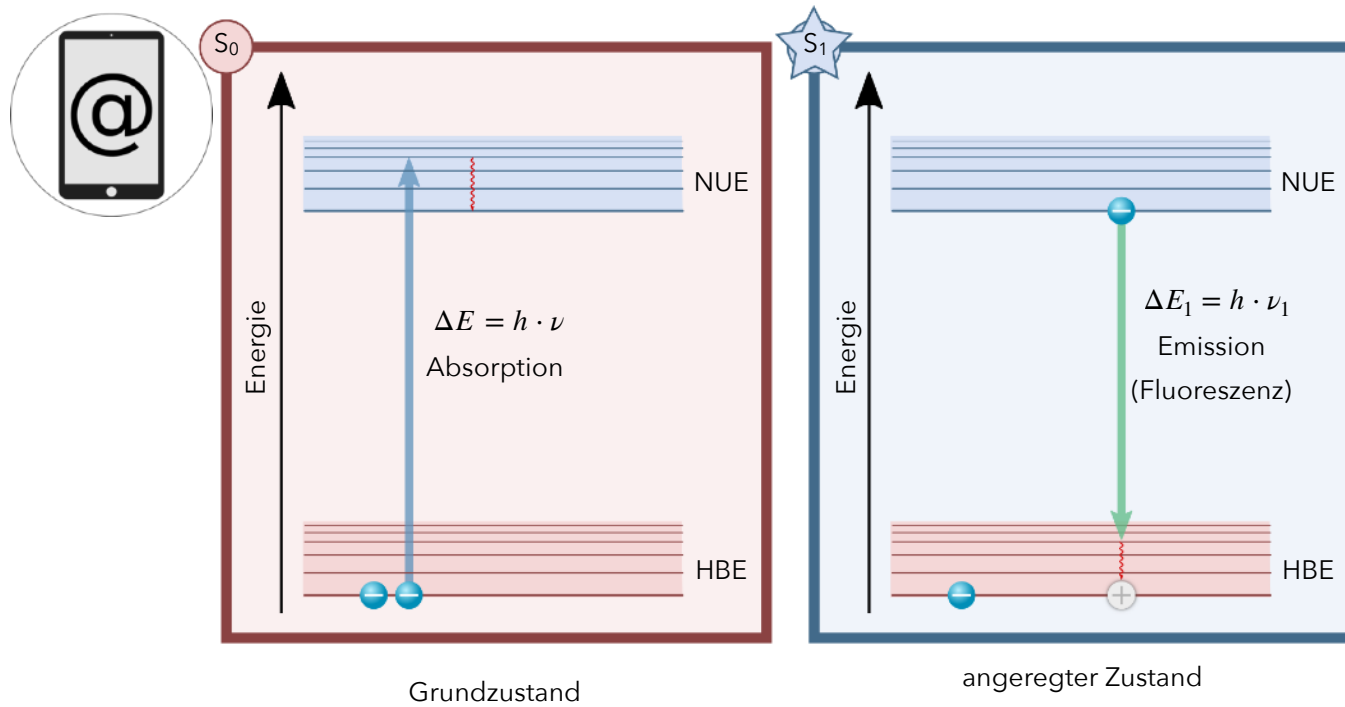

Abbildung 5: Das Energiestufen- Modell: Die Erzeugung von Fluoreszenz.
Abbildung 5: Korrelation zwischen wahrgenommener Lichtfarbe Wellenlänge und Energie. Dargestellt ist der für das menschliche Auge wahrnehmbare sichtbare Bereich der elektromagnetischen Strahlung. Weißes Licht enthält alle Lichtfarben.
- A 4.2 In Abbildung 5 ist das Energiestufenmodell für ein Molekül im Grundzustand und im angeregten Zustand dargestellt. Die Linien innerhalb der Energiestufen stellen einzelne Schwingungszustände dar, die sich in ihrer Energie unterscheiden.